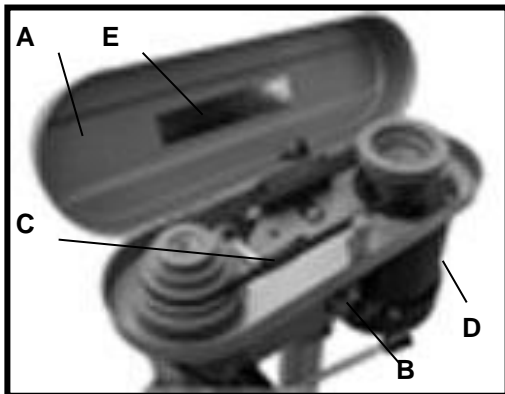

Fig. 12
**MERK!** Det finnes en oversikt over plasseringer av kileremmen for å endre hastighet (E) (Fig. 12) på innsiden av det øverste dekselet på benkboremaskinen.
2. Løft opp dekselet til kileremmen og remskivene (A).
3. Juster kileremmen ved å løsne skruen (B) og snu motoren (D) mot fronten av benkboremaskinen.
4. Mens du holder motoren mot fronten av benkboremaskinen, plasserer du kileremmen (C) i ønsket posisjon på motoren og spindelens remskiver, som vist i Fig. 12.
5. Etter at kileremmen er plassert i ønsket posisjon, dreier du motoren (D) bort fra borehodet til kileremmen er passe stram. Deretter strammer du kileremstrammings-skruen (B). Kileremmen må sitte så stramt at den ikke glir av. Den må imidlertid ikke strammes for mye. Dette vil redusere levetiden til kileremmen, remskivene og lagrene. Kileremmen (C) er passe stram når den kan bøyes utover ca. 25 mm midt mellom remskivene ved å dytte lett med fingrene.